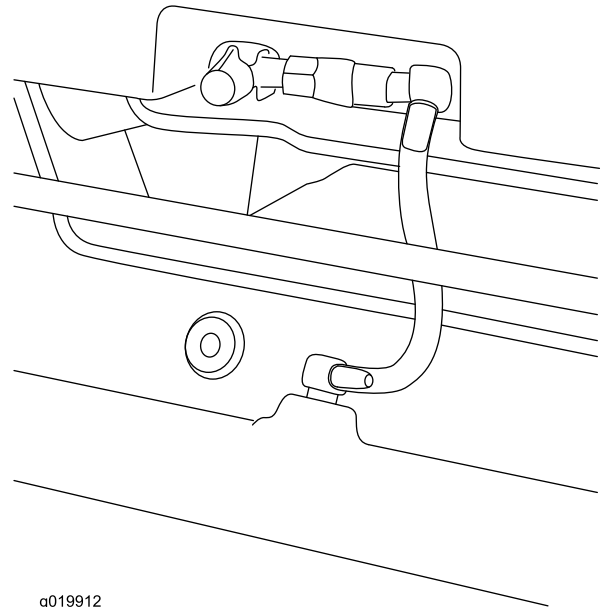

Figure 9
1. Détacher le coupleur de valve (Figure 9).